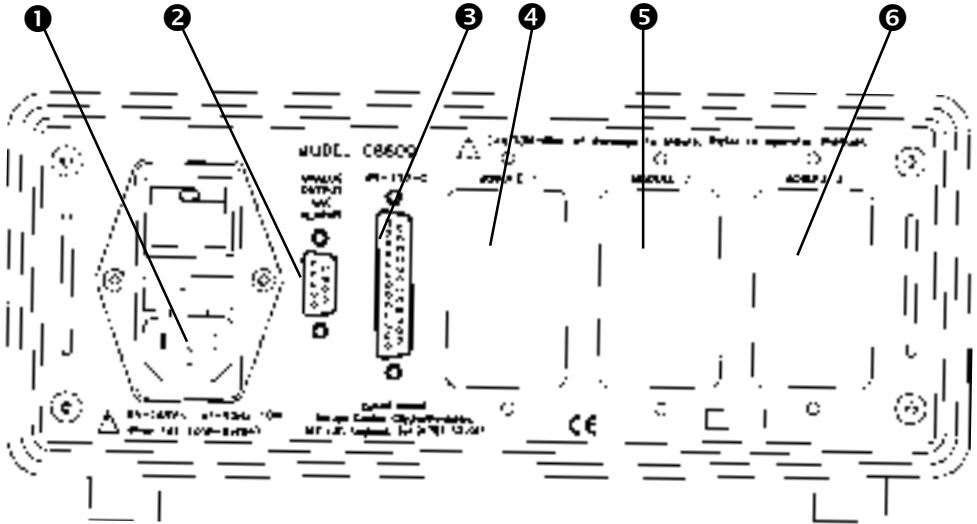

FIG.2 VUE DE LA FACE ARRIERE DU C8600
2.2 Connexions sur la Face Arrière — Voir Fig.2